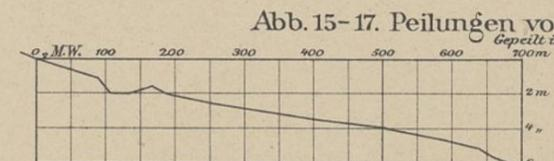

Abb. 15. Vor dem Prerowstrom.
1.5 km östlich von Profil Abb. 15.